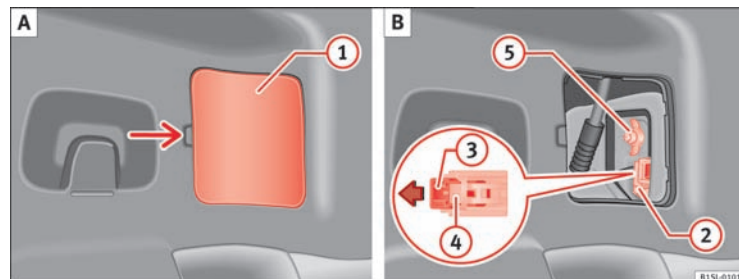

Fig. 148 I siden af bagagerummet: A: afmontering af afdækning, B: afmontering af baglygte
3. Vip forsigtigt afdækningen ① af ⇒ Fig. 148 A.
4. Træk låsemekanismen ③ på tilslutningsstikket ② i pilens retning ⇒ Fig. 148 B. Anvend i den forbindelse skruetrækkeren fra bilens værktøj som hjælp.
5. Tryk på fastgørelsen ④, og træk tilslutningsstikket ② af ⇒ Fig. 148 B.
6. Skru vingemøtrikken ⑤ af ⇒ Fig. 148 B.
13. Hold baglygten i monteringsposition med den ene hånd, og skru vingemøtrikken ⑤ fast med den anden hånd ⇒ Fig. 148 B.
15. Sæt tilslutningsstikket ② på pæreholderen, og tryk låsemekanismen ③ ind i stikket mod pilens retning ⇒ Fig. 148 B.